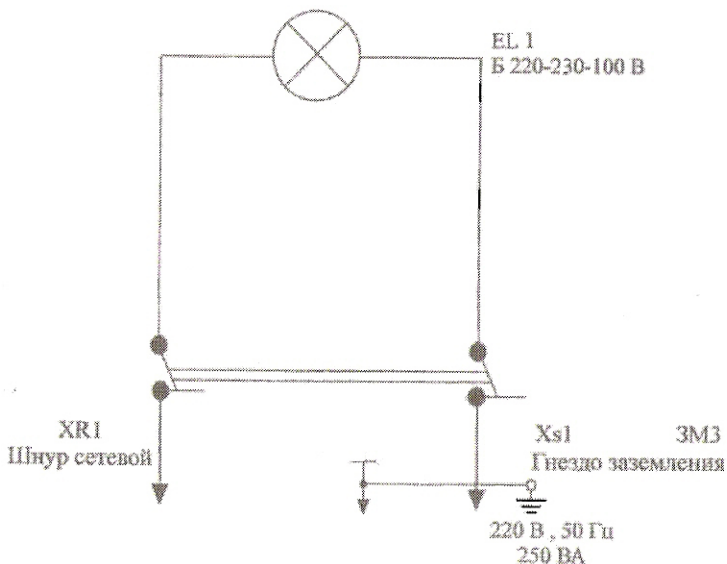

Рис.3 Электрическая схема овоскопа
- 4.2 Электрическая схема овоскопа приведена на рис.3